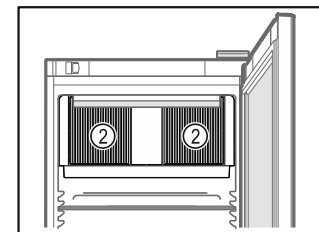

Fig. 72
- ❑ Păstrați libere fantele de ventilație Fig. 72 (2) ale suflantei de recirculare a aerului din interior.